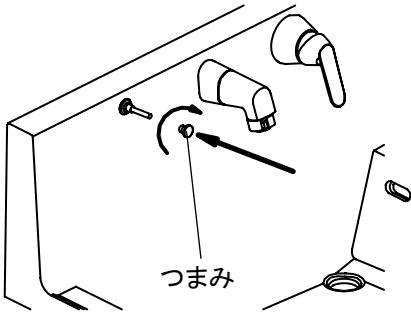

図4-4
④ポップアップのつまみ部分をワイヤーの先端にねじ込んでください[図4-4]